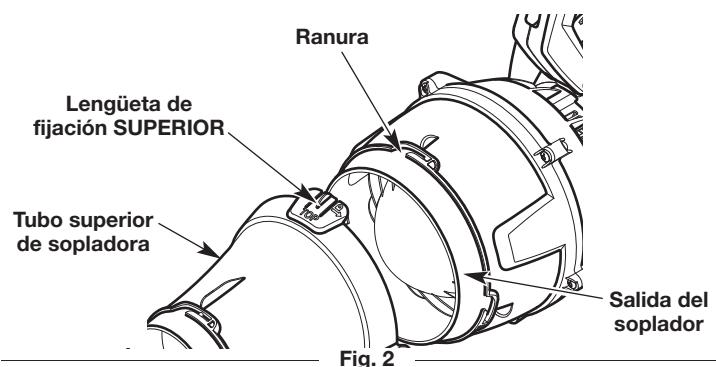

Fig. 2
3. Alinee la lengüeta de fijación SUPERIOR sobre el tubo del soplador con el surco sobre la salida de la unidad (Fig. 2).